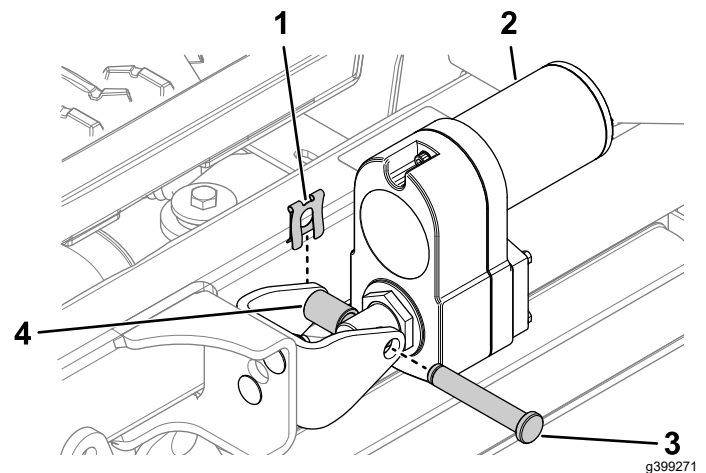

Figura 25
3. Fije el actuador en el soporte con el pasador de horquilla, el espaciador de aluminio y el clip, tal y como se muestra en la Figura 25.